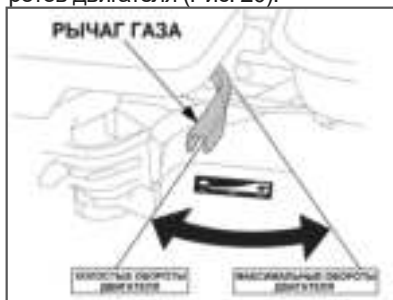

Рис. 20 Положения рычага газа
2. Открутите гайки 2 крепления ползков 1 на 1-2 оборота и установите ползков на необходимую высоту (Рис. 20). Снова затяните гайки.
- Переведите рычаг газа на 1/3 хода в сторону положения максимальных оборотов двигателя (Рис. 20).